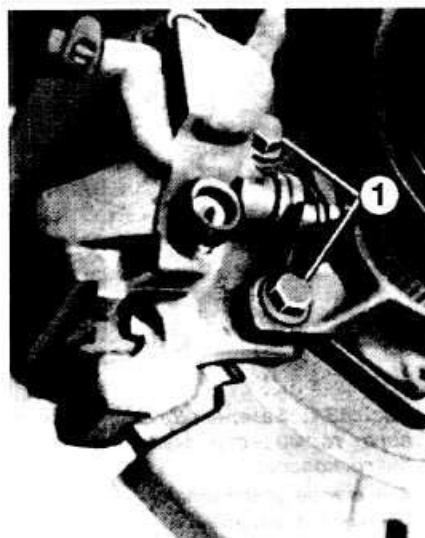

Рис. 13-8. Болты 1 крепления направляющей колодок дискового тормозного механизма задних колес
- Отвернуть два болта крепления направляющей к фланцу ступицы и снять направляющую колодок (рис. 13-8).